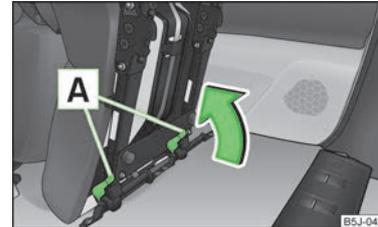

Abb. 42
- › Den Sitz am Ende der Führung durch Drücken der Sitzverriegelungen **A** » Abb. 42 in Pfeilrichtung verriegeln.
- › Ist der Sitz ausgebaut, dann ist dieser zuerst auf die Führung zu setzen und zu verriegeln » Abb. 42 auf Seite 53. Durch Hochziehen sicherstellen, dass der Sitz richtig verriegelt ist.